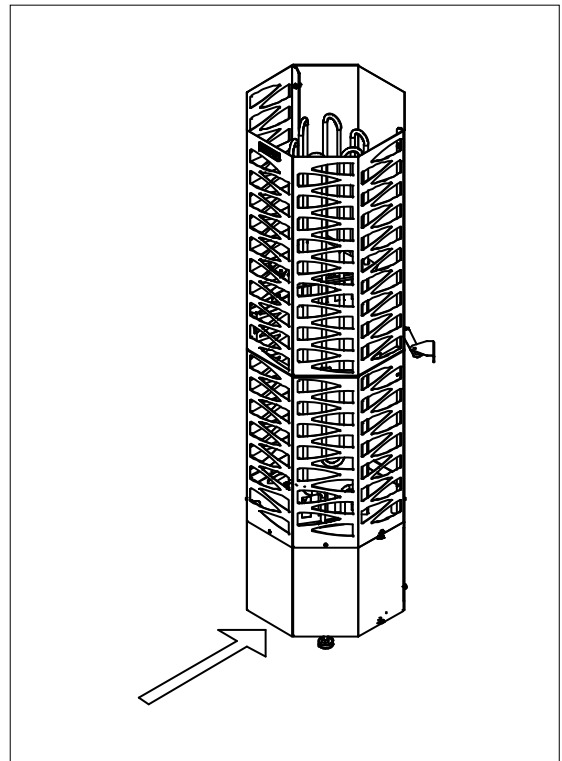

Abbildung 7. Lage des Hauptschalters
9. Vergewissern Sie sich, dass der Hauptschalter (I/O) des Ofens auf der Position O steht. Siehe Abbildung 7